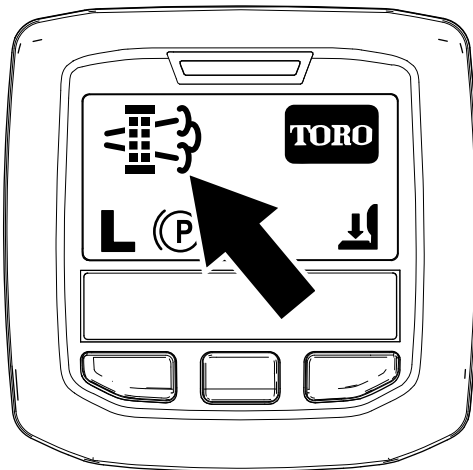

Figure 54
- Quand le calculateur moteur demande une régénération en stationnement ou une régénération d'urgence, l'icône de demande de régénération (Figure 54) s'affiche sur l'InfoCenter.